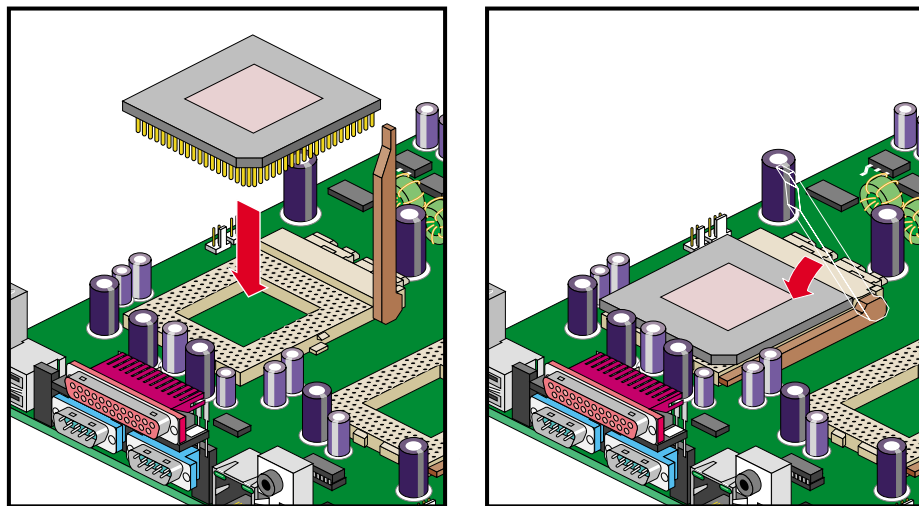

Figure 3-2 Blocage d'une nouvelle unité centrale dans son logement
3. Appuyer sur le levier du logement pour bloquer l'unité centrale dans le logement même, comme le montre la Figure 3-2.